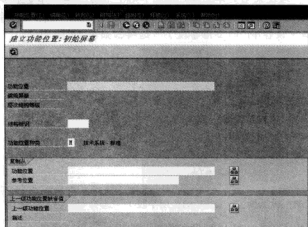

图 10-21 “建立功能位置：初始屏幕”界面
STEP 1 在 SAP 系统通过菜单选择“后勤→工厂维护→技术对象管理→功能位置→创建”选项，或者直接在命令栏中输入“IL01”命令，弹出“建立功能位置：初始屏幕”界面，如图 10-21 所示。